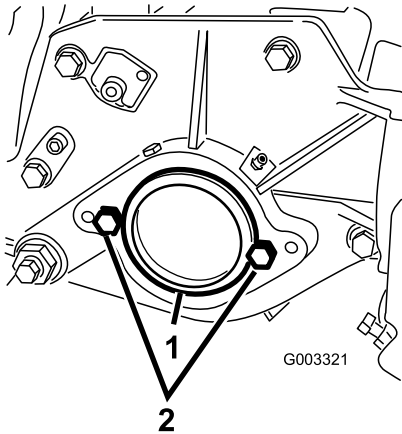

Figura 7
3. Na extremidade direita da unidade de corte, retire a tampa de plástico da caixa de rolamentos (Figura 7).
4. Retire os 2 parafusos da placa do lado direito (Figura 7).
2. Parafuso (2)
6. Instale os 2 parafusos de montagem do motor do cilindro na placa do lado esquerdo da unidade de corte (Figura 7).